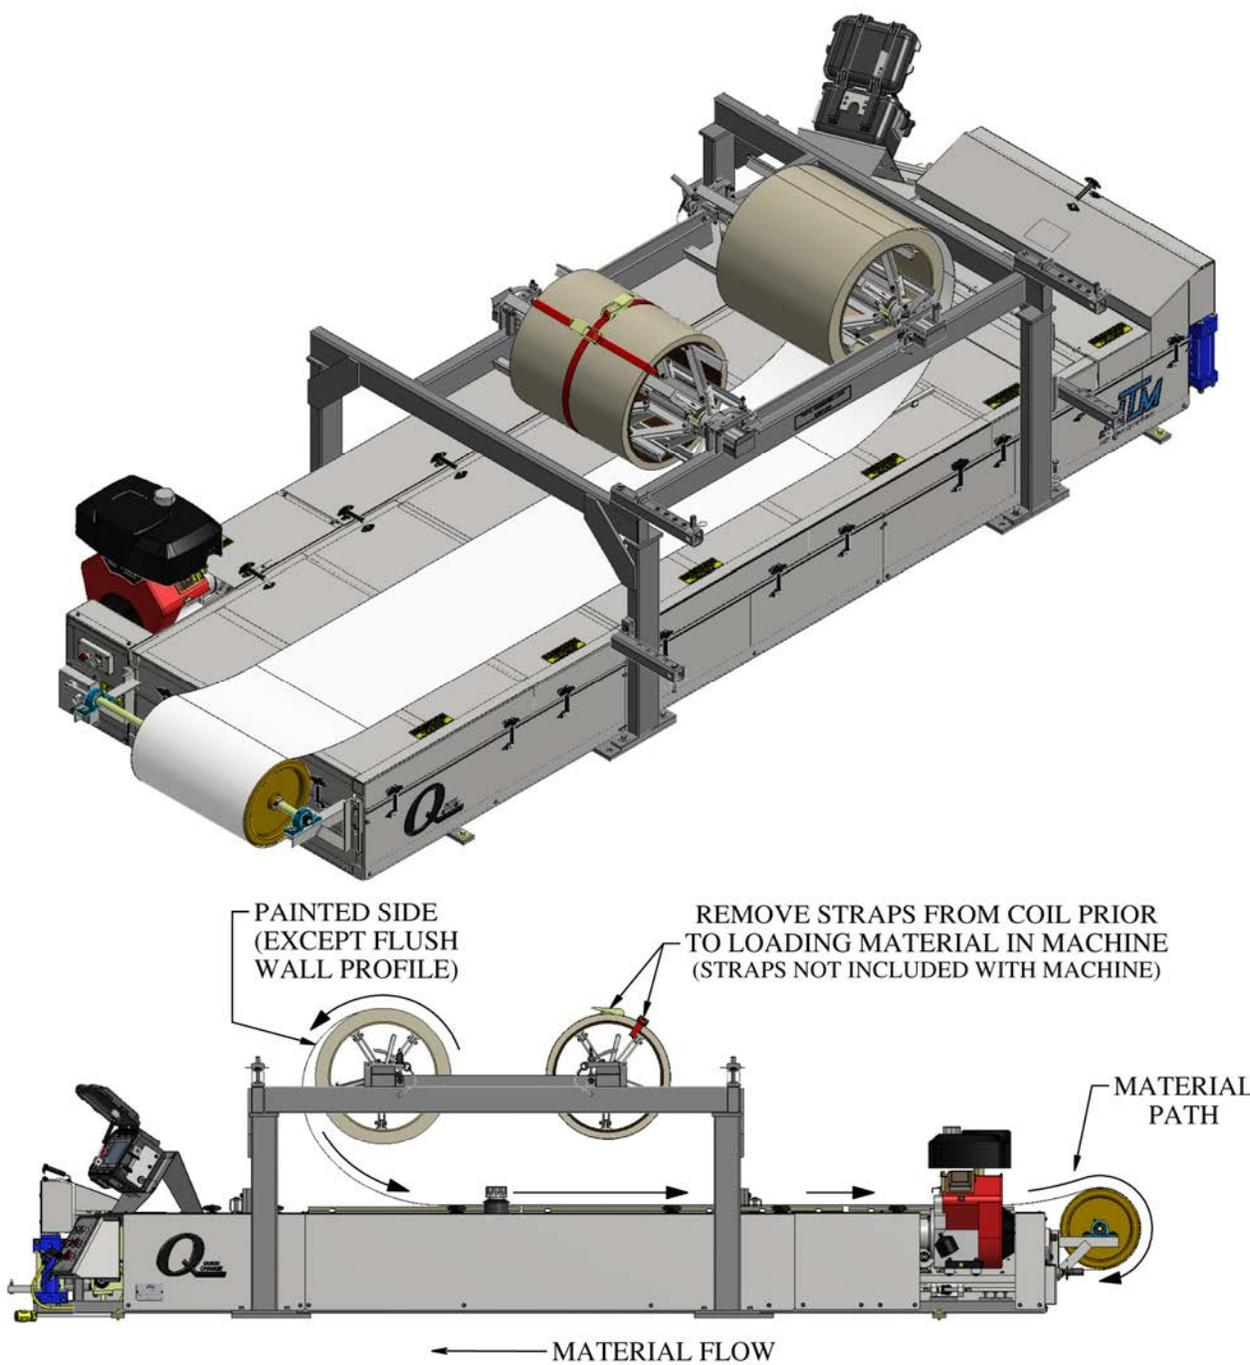

Ilustración 12: Enrutamiento de Material
2. Usando un artefacto de levantamiento apropiado, levante una bobina en los orificios del estante del carrito asegurándose que la cola de la bobina se encuentra en la posición correcta (Ilustración 12) luego retire el artefacto de levantamiento.